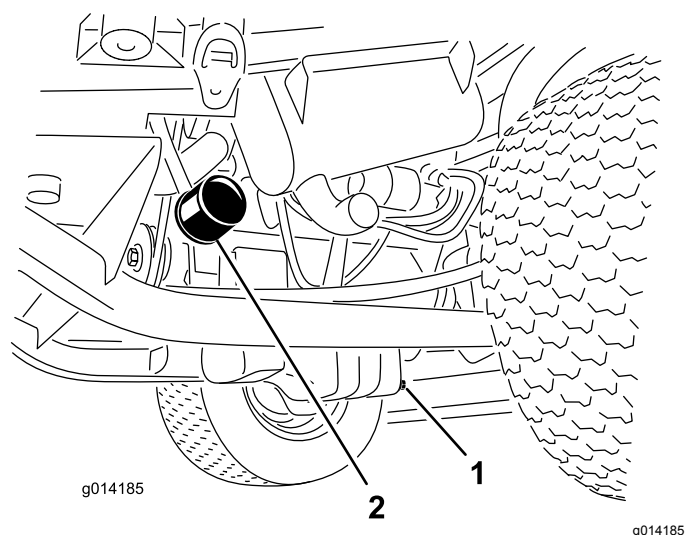

図 32
1. ドレンプラグ 図 32 を外してオイルを容器に受ける。
3. オイルフィルタ 図 32 を外す。